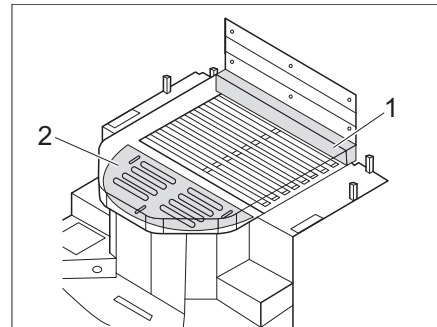

Fig. 181 Lit avec rallonge de matelas (avec matelas supplémentaire et plateau télescopique)
■ Installer un matelas supplémentaire (Fig. 181,1) à l'avant du lit Queen.
■ Déployer le plateau télescopique (Fig. 181,2).